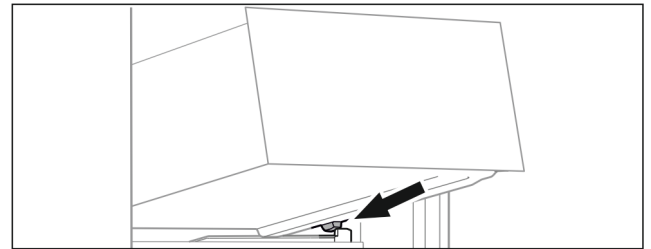

Fig. 69
- Applicare il cassetto inclinandolo dietro i fermi sulla nervatura del contenitore. (vedere Fig. 69)